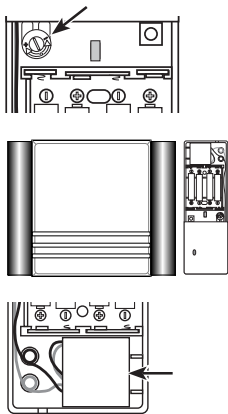

Figura 5
- Gire la perilla de sensibilidad del micrófono dentro del extensor de la campanilla en el sentido de las manecillas del reloj para aumentar la sensibilidad del micrófono (vea la Figura 5).
- Mover el extensor de la campanilla a diferentes posiciones de la campanilla existente (vea la Figura 5).
- Retire el micrófono del extensor de la campanilla tirando suavemente del micrófono para sacar el extensor de la campanilla y tienda los cables por la ranura pequeña en el extensor de la campanilla (vea la Figura 5). Fije el micrófono a la campanilla existente usando la cinta doble faz. *Nota:* No coloque el micrófono en las barras de la campanilla y asegúrese de que el orificio pequeño del micrófono no esté cubierto con la cinta doble faz.
6. Regule la sensibilidad. Una vez que la campanilla y el extensor de la campanilla estén funcionando correctamente, reduzca la sensibilidad del micrófono a la posición con menor sensibilidad que permita la activación confiable para minimizar la activación falsa por otros ruidos de la casa (vea la Figura 5).